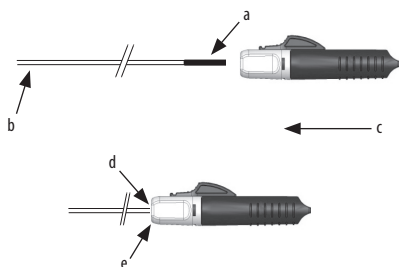

Figura 1.
3. Afferrare l'estremità prossimale dello spingitore della spirale al livello dell'estremità distale dell'indicatore di carico positivo. Fare avanzare il dispositivo di distacco istantaneo lungo lo spingitore finché l'indicatore di carico positivo non entra completamente nell'invito e lo spingitore non è posizionato saldamente nell'attuatore (vedere la figura 1).
Nota: se l'indicatore di carico positivo appare ancora come illustrato nella figura 2, il dispositivo di distacco istantaneo deve essere fatto avanzare ulteriormente fino a quando lo spingitore non è completamente posizionato nell'invito, come mostrato nella figura 1.